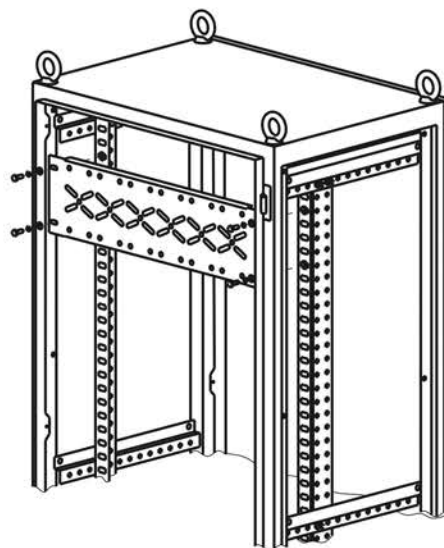

Рисунок 7
4.6.1 Закрепите уголки вертикальные в соответствии с 4.3, установите гайки кузовные М6 в передние прямоугольные отверстия уголков вертикальных в количестве и в местах, соответствующих расположению панели ПН (рисунок 7).
4.6.2 Приложите панель ПН к уголкам вертикальным и закрепите болтами М6×16 с шайбой и шайбой пружинной (рисунок 7). Момент затяжки – 5 Н·м.